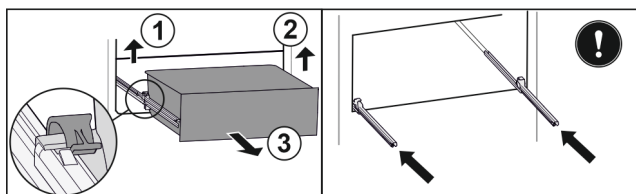

Fig. 129
- Nadvihnite ľavú svorku a súčasne ťahajte zásuvku vľavo dopredu. Fig. 129 (1)
- Nadvihnite pravú svorku a súčasne ťahajte zásuvku vpravo dopredu. Fig. 129 (2)
- Odoberte zásuvku dopredu. Fig. 129 (3)